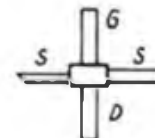

Bild 4: Anschlußbelegung MGF 1502
- MGF 1502 (Bild 4): FET im Plastikgehäuse, geringes Rauschen im VHF/UHF-Bereich ($F = 1,5 \text{ dB}$ bei 4 GHz; $P_{\text{tot max.}}$ 300 mW), etwa 20 DM